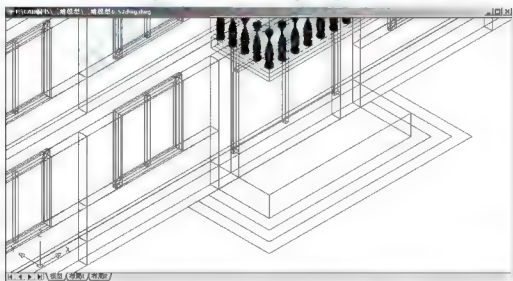

图 6.60 拉伸最里面的矩形
(1) 执行菜单栏中的【绘图】|【实体】|【拉伸】命令。
① 在选择对象：提示下，选择最里面的矩形。
② 在指定拉伸高度或[路径(P)]：提示下，输入“600”，表示向 Z 轴正方向拉伸 600mm。
③ 在指定拉伸的倾斜角度<0>：提示下，按 Enter 键，表示拉伸的倾斜角度为 0，结果如图 6.60 所示。